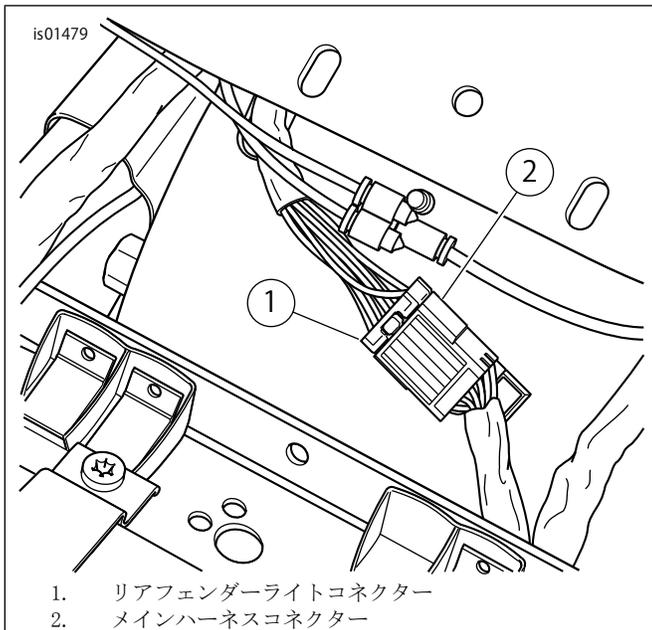

図1. 標準リアフェンダーライトコネクタ (FLHTCの表示)
1. 「図1」を参照してください。リアフェンダーから出ているリアワイヤーハーネスをシートの下に配置します。メインハーネスコネクタ(2)からリアフェンダー配線コネクタ(1)を外します。